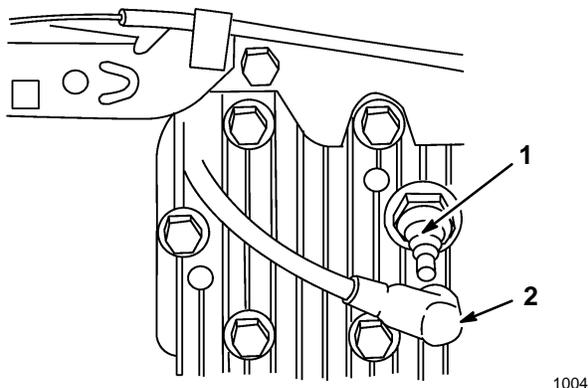

Figure 17
1. Arrêter le moteur et débrancher le fil de bougie (Fig. 17).
1. Couper le moteur et débrancher le fil de la bougie (Fig. 17).